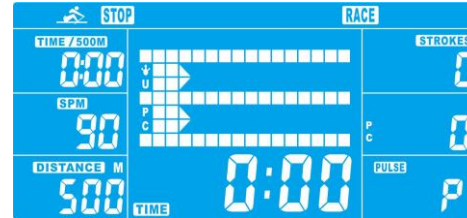

Abbildung 11
7.2 UP (HOCH) oder DOWN (RUNTER) drücken, um SPM (voreingestellt = 10) und DISTANCE (STRECKE) (voreingestellt = 500) einzustellen (Abbildung 11). Zum Bestätigen ENTER drücken.